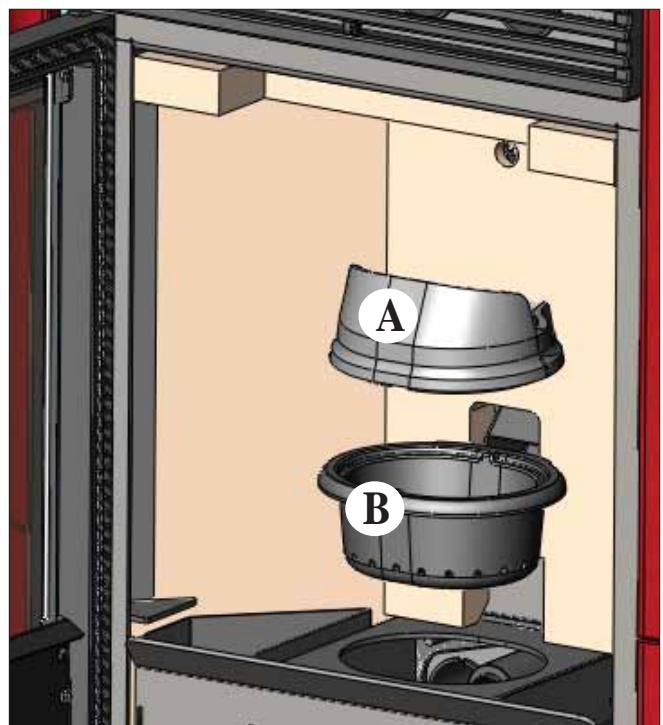

fig. 1
Après un nettoyage normal, il est PRIMORDIAL d'assembler correctement le creuset supérieur (A) (fig. 1) avec le creuset inférieur (B) (fig. 1) afin de ne pas compromettre le fonctionnement du poêle.